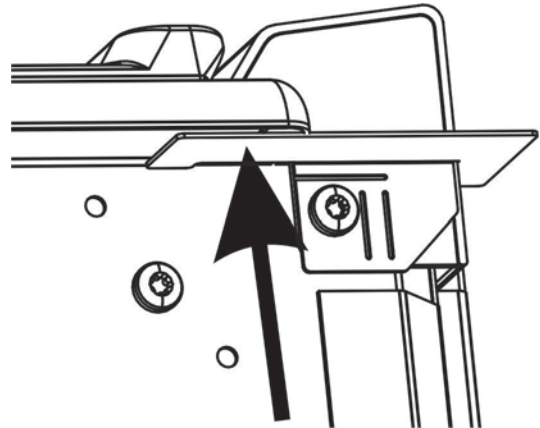

Figure 5 : Serrez la vis
7. Appuyez sur le cache-coin vers le haut au niveau de la flèche (voir Figure 5 : Serrez la vis) tout en finissant de serrer la vis.